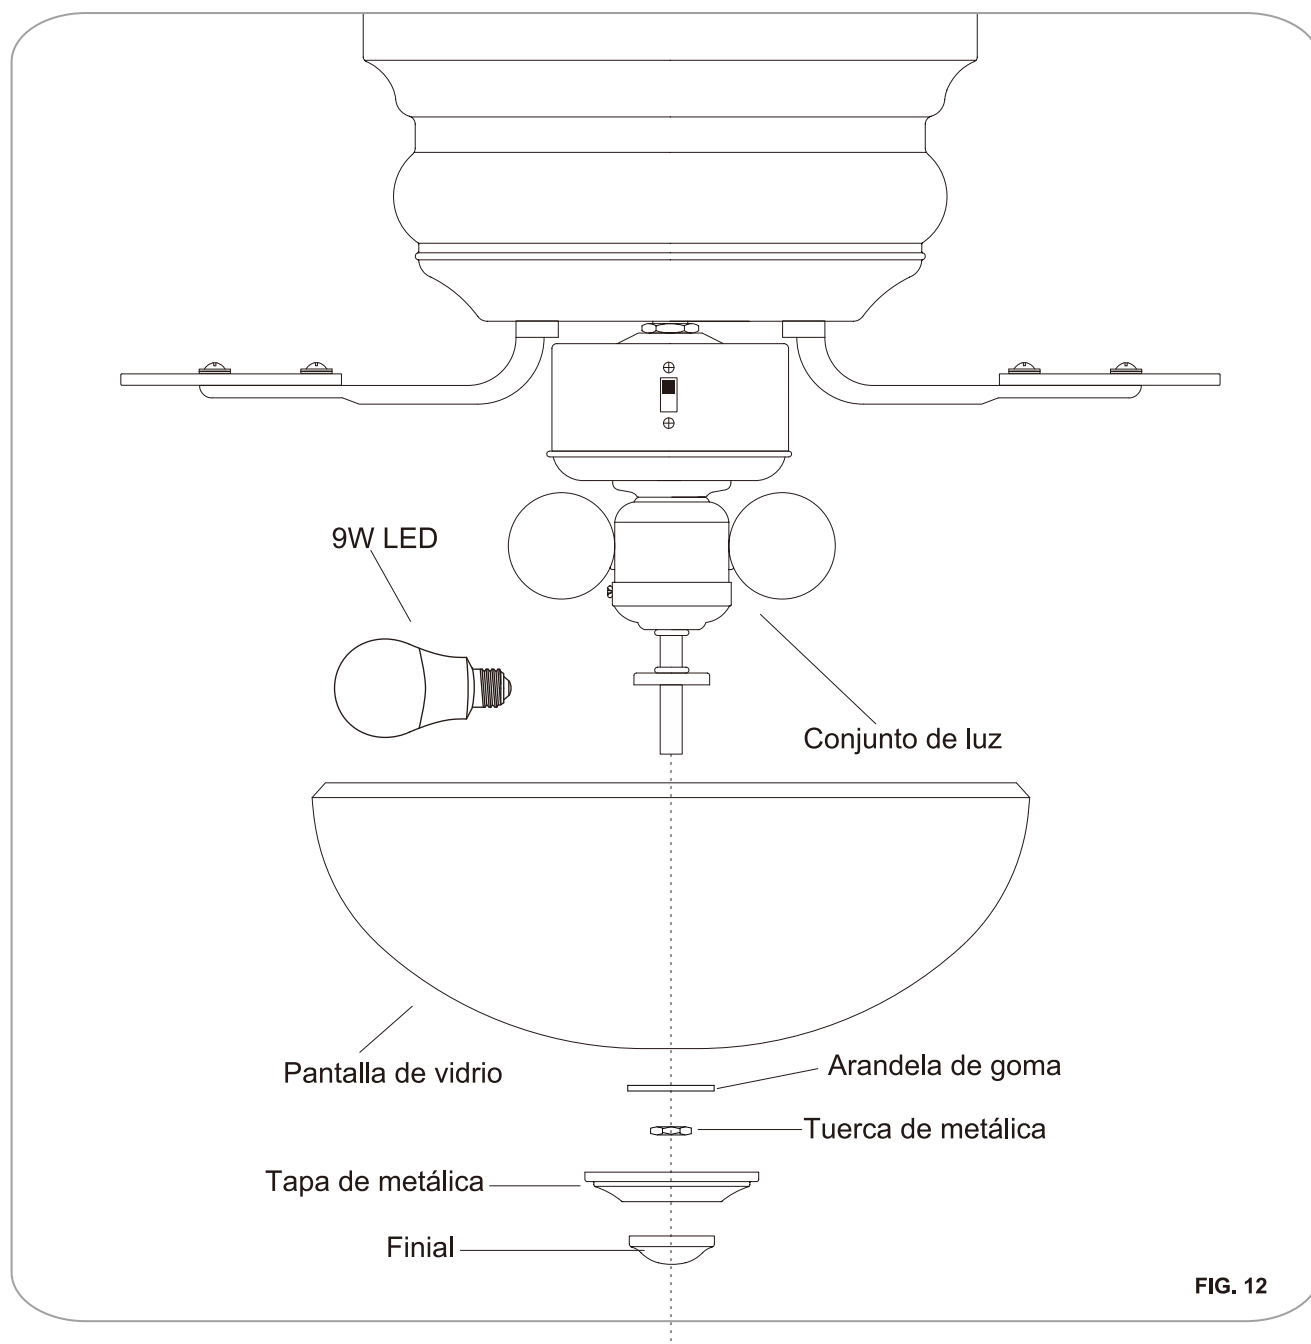

FIG. 12
Paso 1. Instale 2*9W E27 LED (incluidas) en zócalo.(Fig.12)
Paso 2. Quite la arandela de goma, la tuerca de metálica, la tapa de metálica y finial.del conjunto de luz. Coloque la pantalla de vidrio sobre el vástago de conjunto de luz, fijela con la arandela de goma, la tuerca de metálica, tapa de metálica y finial. No apriete en exceso. (Fig.12)